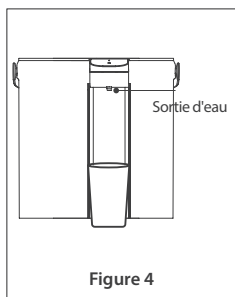

Figure 4
- Stellen Sie einen Behälter oder eine Tasse unter den Wasserauslass, aktivieren Sie den Bildschirm durch Anklicken der Taste für die Wasserausgabe "⬇" und klicken Sie erneut darauf, um Wasser abzugeben. (Abbildung 4)
- Placez un récipient ou une tasse sous la sortie d'eau, activez l'écran en cliquant sur la clé de distribution d'eau "Δ" et cliquez à nouveau pour distribuer de l'eau. (Figure 4)